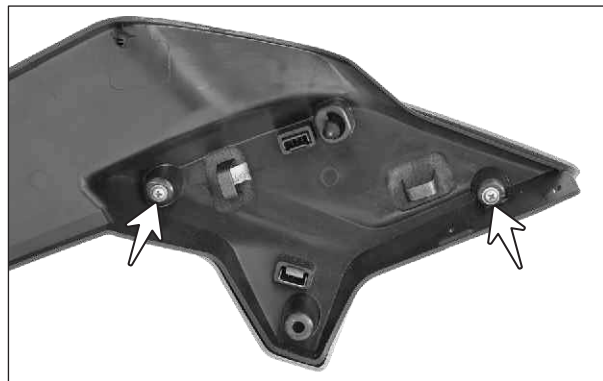

Fig. 1.28
- Retire los 2 tornillos de cabeza plana (ST4.2x13) en los puntos de sujeción del complemento frontal de la cubierta (Fig. 1.28)